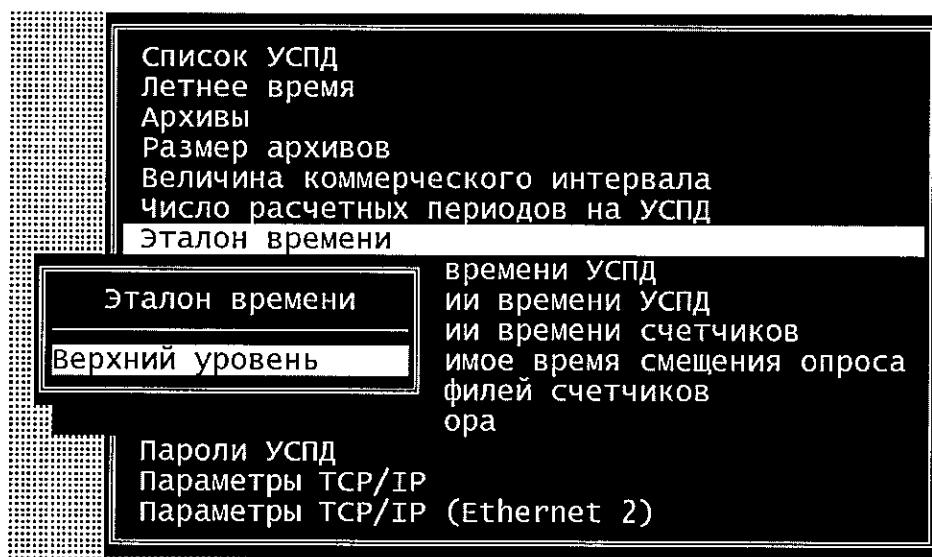

Рисунок 2
- 6.3.5 Перейдя к окну «Конфигурация => Справочники => Эталон времени», установить «Верхний уровень» (рисунок 2):